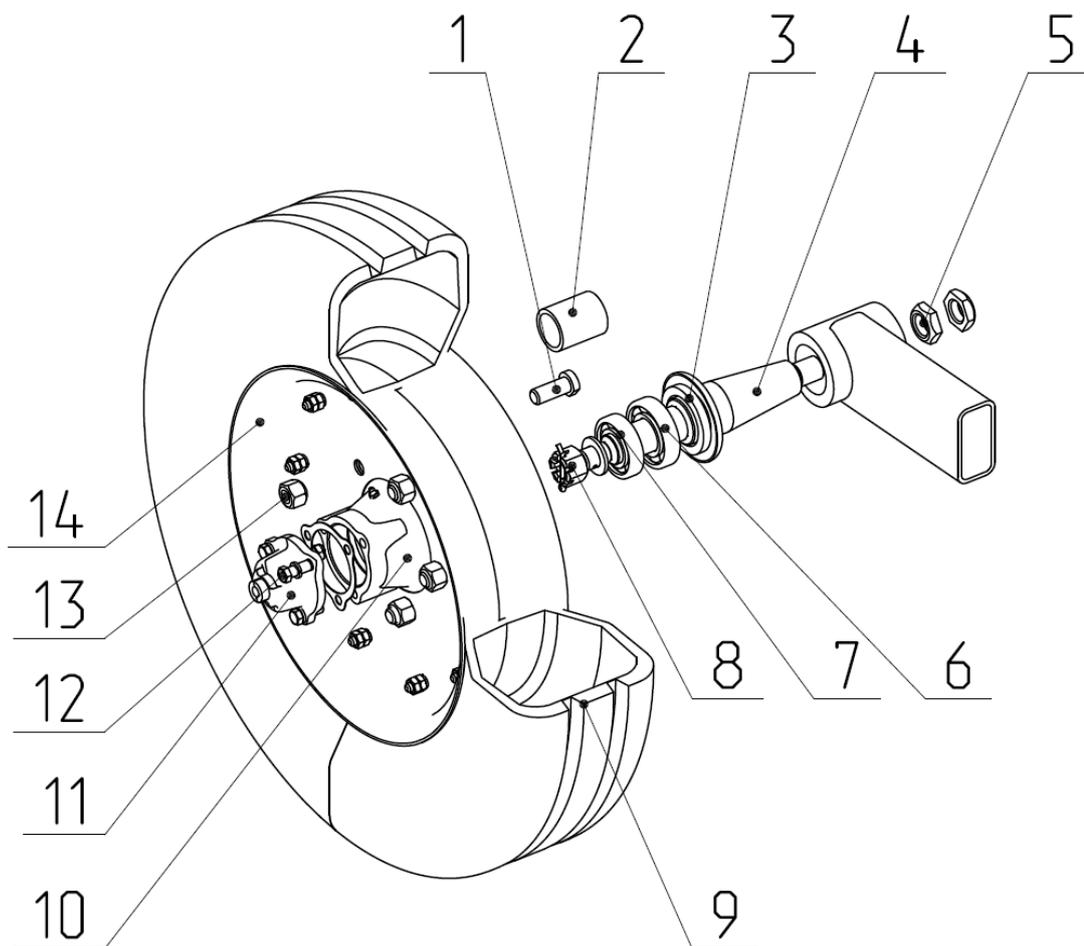

Рис.6 Опорное колесо.
2.4.4. Опорные колеса (Рис.6) установлены в конусные втулки штанги и зафиксированы гайками 5.